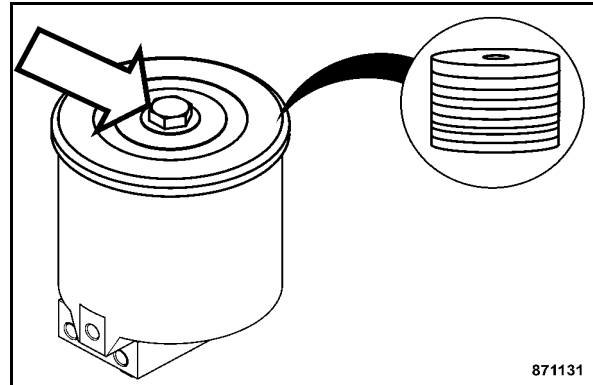

fig. 153
- Dévisser la vis et retirer le couvercle (fig. 153).